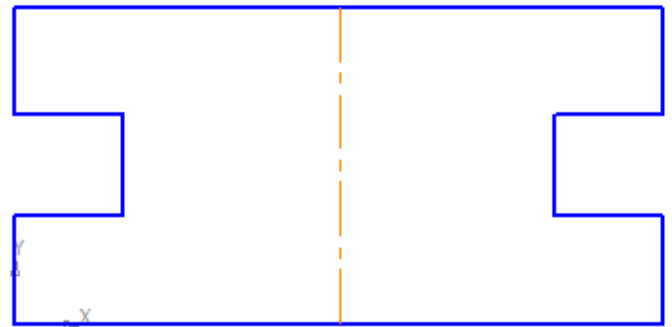

Рис.15
- постройте вертикальный отрезок (рис. 15);